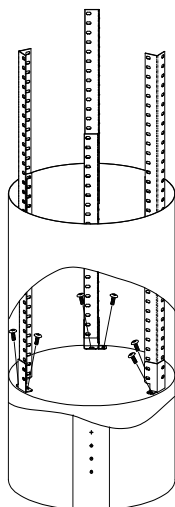

Рис. 4
5. С помощью 6 шт. винтов М4Х10 закрепите угловые кронштейны на корпусе вытяжки. См. рис. 4.